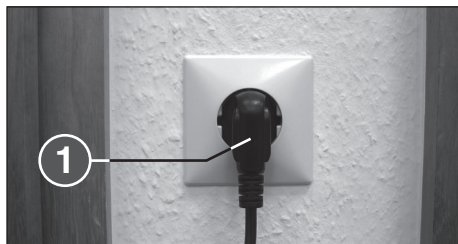

Fig. 2
- Conecte, utilizando el cable suministrado, el terminal de corriente del aparato a una toma de corriente alterna (1) (Fig. 2) (ver las indicaciones sobre el fusible previo necesario del tomacorriente en “CARACTERÍSTICAS TÉCNICAS”).
- 1 = Clavija de enchufe a la red (Fig. 2)